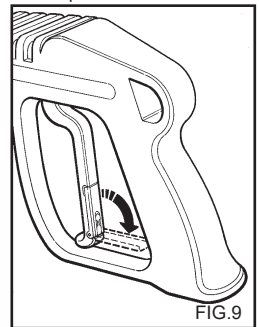

FIG. 9
- Quando l' idropultrice non viene utilizzata chiudere il dispositivo di sicurezza dell' impugnatura (fig. 9).